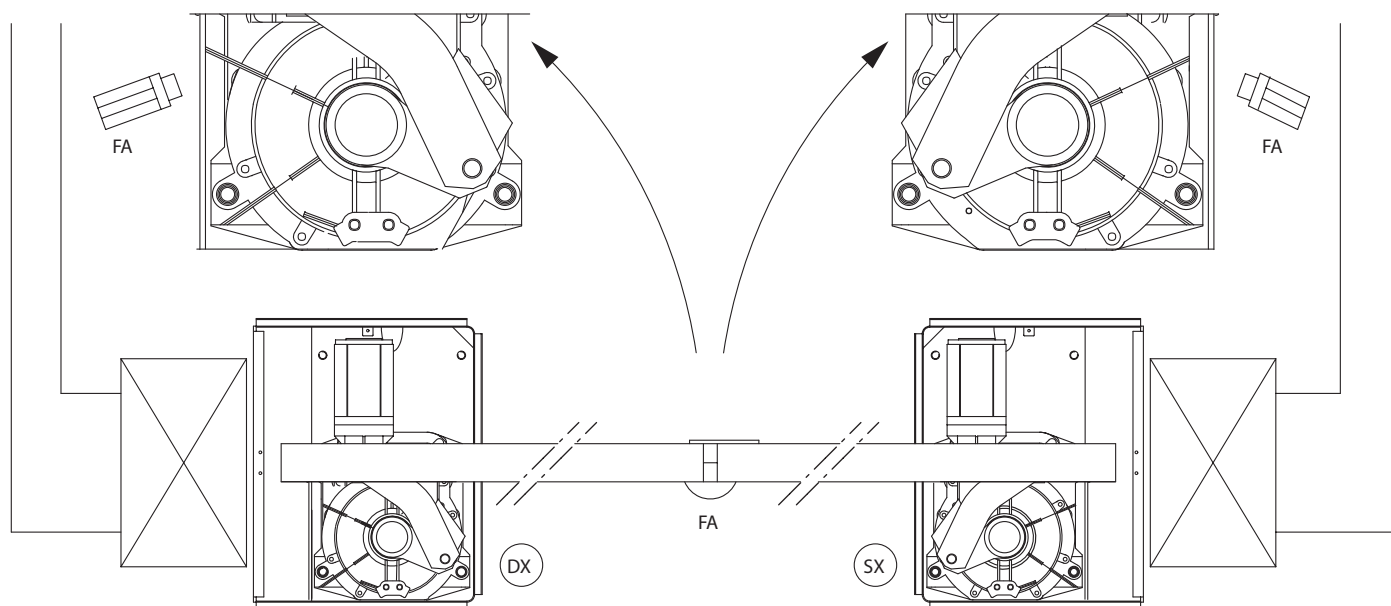

Fig. 9
- Posizionare l'assieme leve infilando il tubo A nel perno della cassa di fondazione come in fig. 9. Nel caso l'altezza delle leve assiemate non sia sufficiente, prevedere uno spessore "S" da interporre tra il gruppo leve assiemate e l'anta del cancello come in fig.5.
- Montare i particolari della leva di collegamento motore-perno, nella sequenza corretta indicata in fig.9.